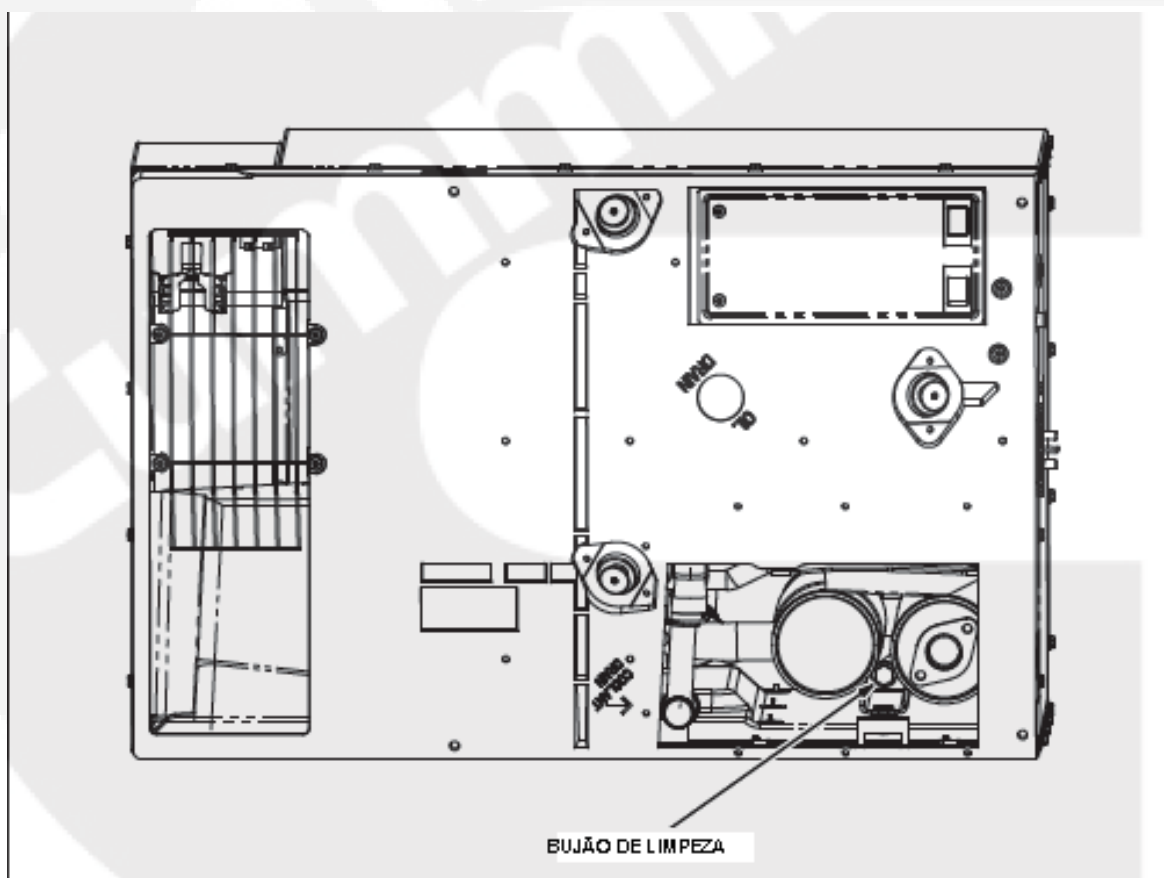

FIGURA 8. BUJÃO DE LIMPEZA DO RETENTOR DE FAÍSCAS
1. Remova o bujão de limpeza do silencioso (Figura 8).